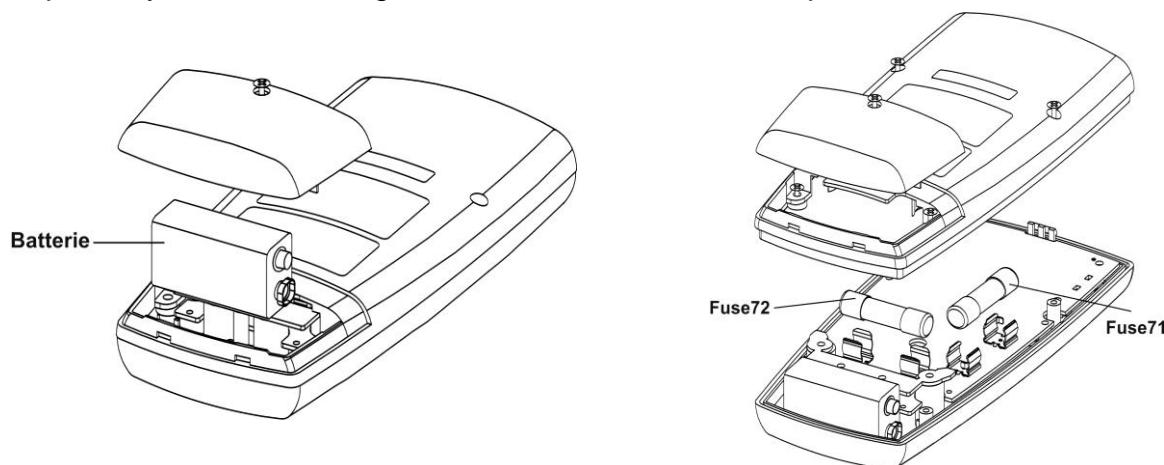

Fig. 11 : Remplacement de la batterie interne et des fusibles
3. Dévisser la vis de fixation du logement des piles arrière, le retirer et enlever la batterie (voir Fig. 11)
3. Dévisser la vis de fixation du logement des piles arrière et dévisser les quatre vis de fixation de la demi-coque arrière (voir Fig. 11)